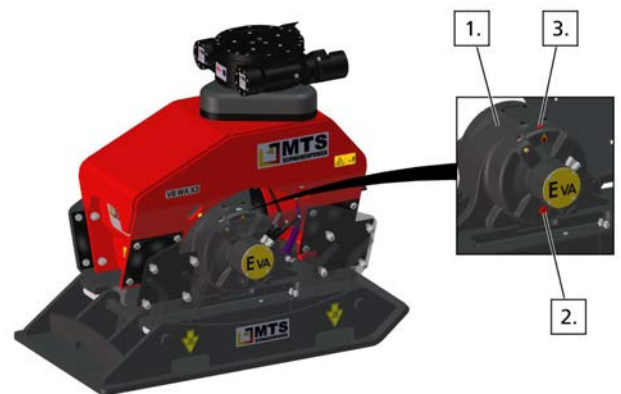

Abbildung 24: Ölstand kontrollieren/nachfüllen
- Anhand des in der Erregereinheit integrierten Öl-Schauglas Pos. 2 (siehe Abbildung 24, Seite 23) den Ölstand kontrollieren.
- Zum Öl nachfüllen die Öleinfüllschraube Pos. 3 (siehe Abbildung 24, Seite 23) aus der Erregereinheit herausdrehen.
- Öleinfüllschraube Pos.3 (siehe Abbildung 24, Seite 23) mit einem neuen Kupferdichtring einschrauben und festziehen.